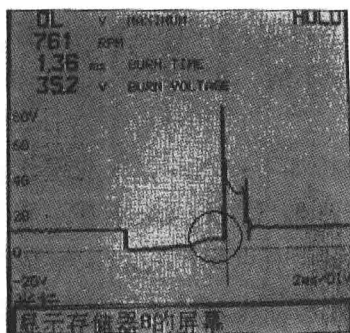
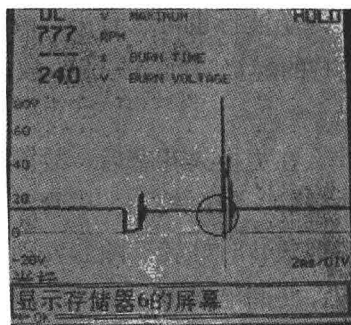

图 1-4 维修后正常的初级波形
图 1-5 维修前的故障状态下的初级波形
4) 总结: 回过头来再次观察点火初级的电压波形, 如图 1-4、图 1-5 所示, 从图中发现, 正常状态下, 在点火击穿线前的电压线是 5V 左右, 而故障时为近 12V, 几乎没有电压降, 也就意味着流过点火线圈的电流很小, 所以形成此故障。